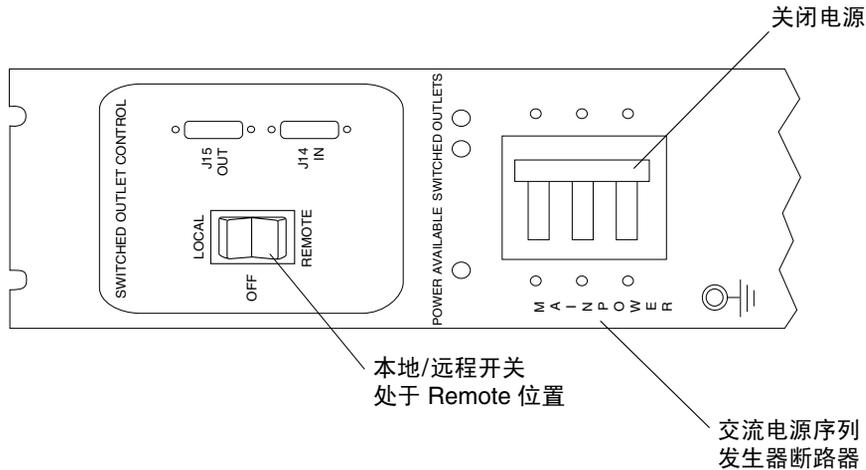

图 B-5 后电源序列发生器控制面板
1. 验证交流电源序列发生器的断路器是否处于 Off 位置（图 B-5）。
2. 验证基本机柜和扩充机柜（如果适用）中每个电源序列发生器的 Local/Off/Remote（本地/关闭/远程）开关是否处于 Remote 位置（图 B-5）。